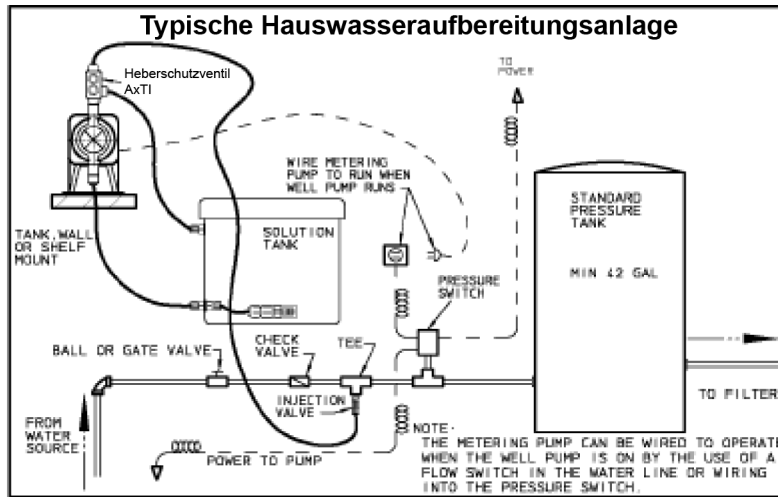

Abbildung G1
19. Die Pumpe ist so konstruiert, dass sie mit einem Gegendruck-/Einspritzventil arbeiten kann. Wenn der Ablaufpunkt unter dem Flüssigkeitsstand der Quelle liegt oder der Ablaufdruck geringer ist als der Ansaugdruck, kann es zu einem Siphoneffekt kommen. Um diesen Zustand zu verhindern, installieren Sie ein Heberschutzventil oder eine andere Schutzvorrichtung gegen Rücksaugen. Prüfen Sie gegebenenfalls geltende lokale Vorschriften. (Siehe. Abbildung G1).
5. Wenn der Flüssigkeitsdruck in der Ablaufleitung unter dem Atmosphärendruck liegt, bauen Sie ein Hebenschutzventil in der Ablaufleitung ein. Dieser Fall kann dann eintreten, wenn der Einspritzpunkt auf der Ansaugseite einer Wasserpumpe liegt oder ein Unterdruck vorhanden ist, wenn in einen Brunnen gefördert wird, siehe dazu Abbildung G1.